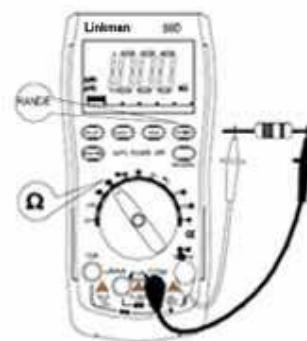

図 12-1
- 1: レンジ切り替えスイッチを $\square \Omega \square$ に切り替え、赤い測定コードを VΩ Hz 端子に、黒い測定コードを COM 端子に差し込みます(図 12-1)。